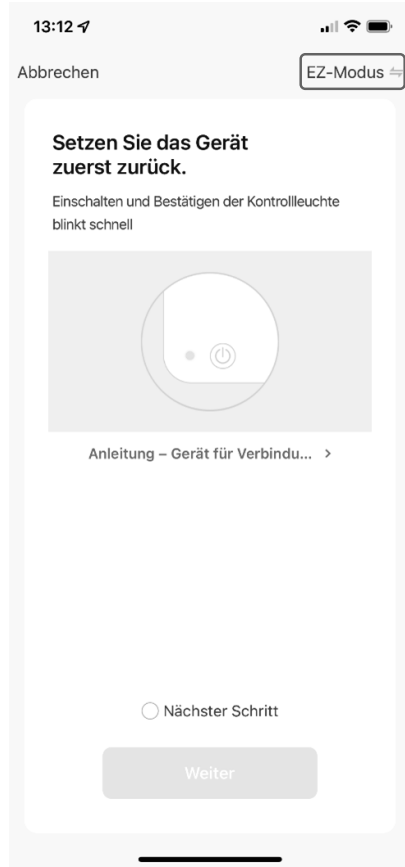

Abb. 4
- ▶ Tippen Sie nun oben rechts auf **EZ-MODUS** (s. Abb. 4).